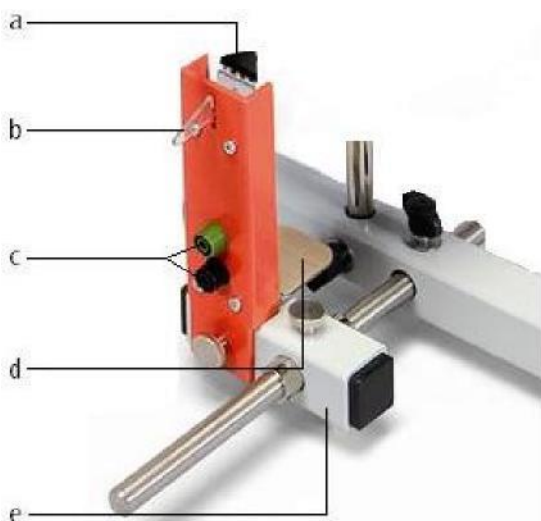

Fig. 1 Aufbau der Start/Stopp-Einheit: a Zeiger, b Auslösehebel, c Buchsen für Starter, d Konsole für Laserreflexsensor, e Stativrohr
6.1 Aufbau (siehe Fig. 1 und 2)
Mit der Start/Stopp-Einheit und dem Laser-Reflexsensor sind exakte Messungen über definierte Winkelsegmente möglich (siehe Fig. 1). Durch Betätigen des Hebels (8) erfolgt die mechanische Entriegelung der Drehscheibe und zeitgleich wird ein Schaltkontakt zwischen den Buchsen (6) geöffnet und löst die Zeitmessung aus. Der Laserreflexsensor ermöglicht das berührungs- und verzögerungsfreie Stoppen des Zeitmessvorganges.